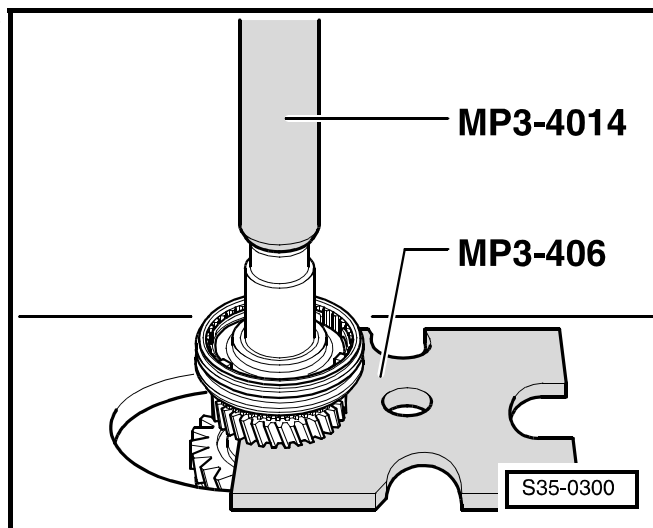

Рис. 5: Выпрессовывание втулки -А- с шестерней заднего хода
- выпрессовать вместе с шестерней заднего хода ⇒ Рис. 5 в **35-3** страница 5